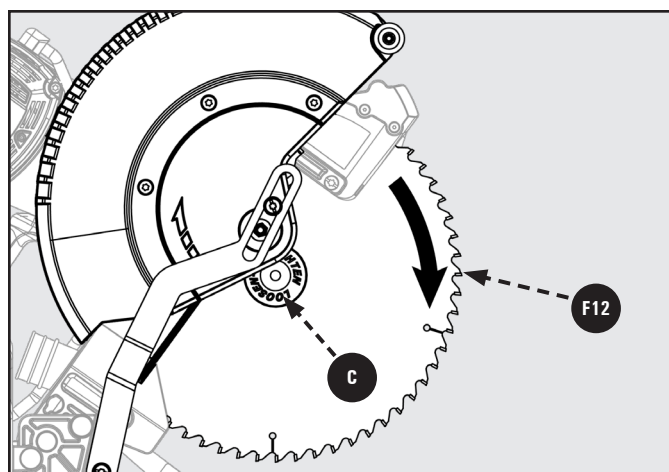

Figure 10
6. Ne retirez que la rondelle de lame extérieure **B** et la lame **F12**, laissant la rondelle de lame intérieure sur la broche. Procédez au retrait de la lame avec précaution, Figure 10.